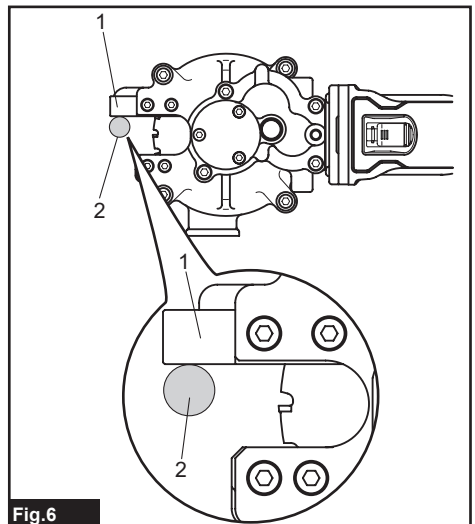

Fig.6
► **Fig.6:** 1. Guide 2. Rebar